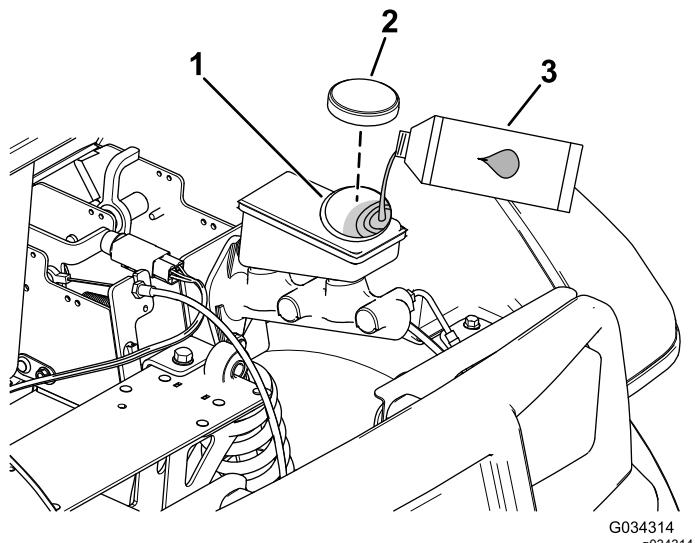

Figura 55
2. Eleve el capó para acceder al cilindro del freno principal y al depósito (Figura 55).
- A. Limpie la zona alrededor del tapón del depósito y retire el tapón (Figura 55).
- C. Coloque el tapón del depósito (Figura 55).